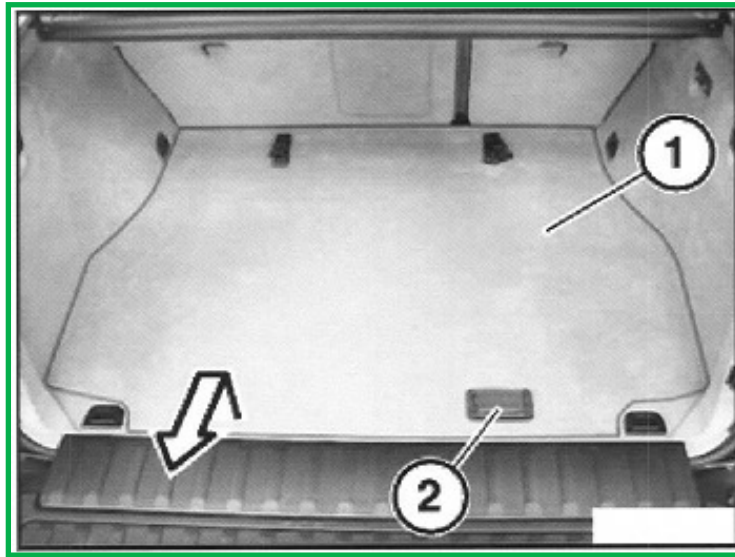

FIGURA 1
1. Abra el portón del maletero, desbloquee el panel del guarnecido del suelo del compartimiento de equipajes (1) en el tirador (2) y extráigalo. (Figura 1)